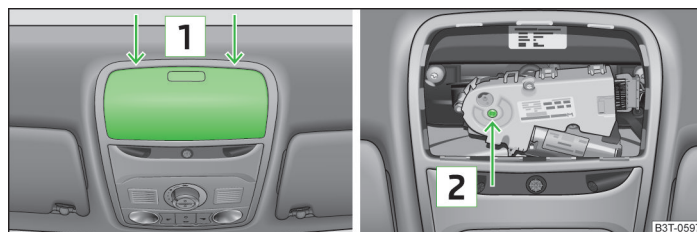

Fig. 198 Point d'application du tournevis/Ouverture prévue pour l'application de la clé
- Insérer avec précaution un tournevis de 5 mm d'épaisseur dans la fente aux emplacements désigné par les flèches **1** » fig. 198.